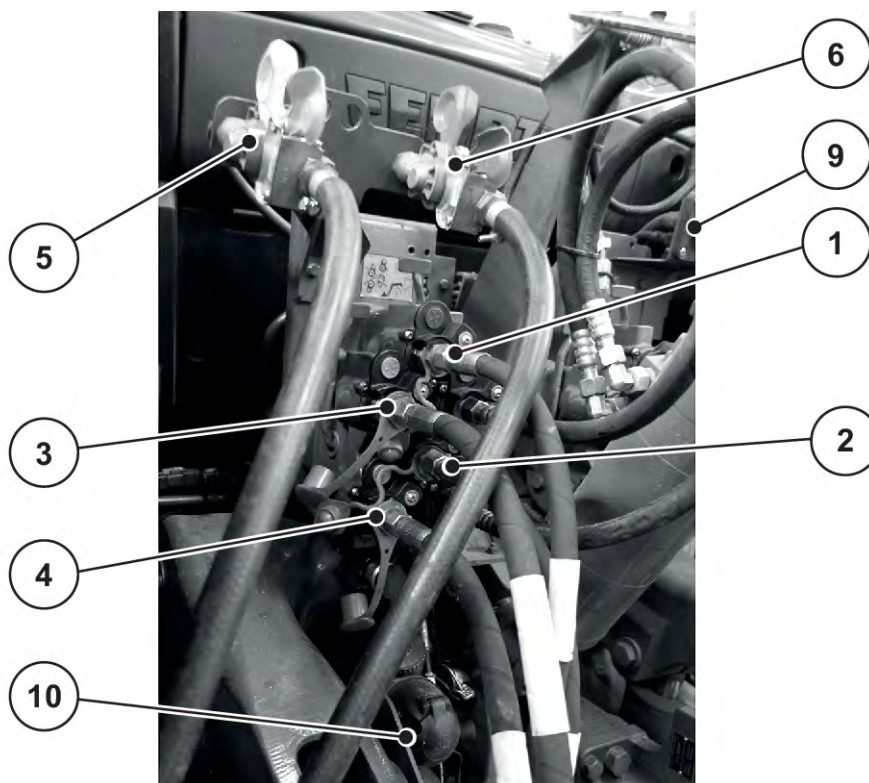

Abb. 23: Anschlussreihenfolge der Maschinenleitungen an Traktor
Siehe Abb. 23
- ▶ Beachten Sie die Anschlussreihenfolge: Siehe *Abb. 23 Anschlussreihenfolge der Maschinenleitungen an Traktor*